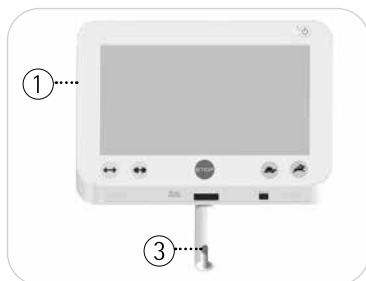

Fig. 4.3, 4.4
se fig. 4.3, 4.4 Pakk ut betjeningsenhet ①. Skyv betjeningsenhet ① ned på festebolten ②, helt til mutteren M22 ⑤.